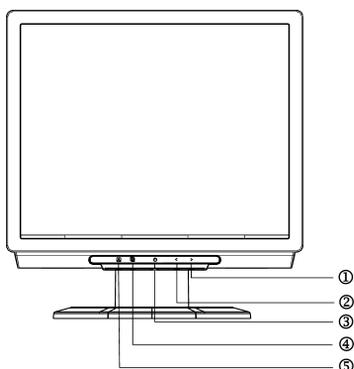

Figura 3 Botão de Controle Externo
3. Segure os lados direito e esquerdo da tela com ambas as mãos e gire 90 graus no sentido horário conforme a figura 3.
Pressione o botão liga/desliga para ligar ou desligar o monitor. Os outros botões de controle estão localizados no painel frontal do monitor (Veja Figura 3). Mudando estas programações, o quadro pode ser ajustado às suas preferências pessoais.